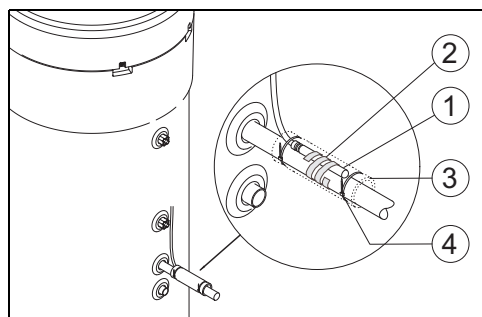

Fig. 8
- ▶ Positionner la sonde de température raccordée à l'accessoire, (fig. 8, [1]) comme indiqué dans la fig. 8.
- ▶ Fixer la sonde de température avec la spirale plastique jointe (fig. 8, [2]).
- ▶ Entourer la sonde de température avec un matériau isolant (fig. 8, [3]).
- ▶ Fixer l'isolation avec les 2 serre-câbles joints (fig. 8, [4]).